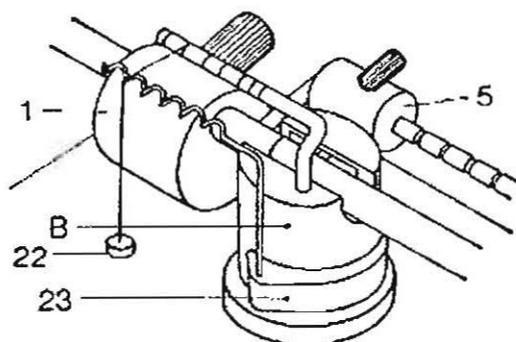

Fig. 2
Le tableau 2 (1^{re} colonne) indique que pour une force d'appui de 1,5 g et un rayon de pointe de $18\mu\text{m}$ ($.0007''$) il y a lieu (quatrième colonne) d'accrocher le petit poids de 1 g à l'encoche 6 de la tige coudée (3). Le fil de nylon, auquel le poids est accroché, devra chevaucher une des spires de la tige hélicoïdale du support (23) et pouvoir manœuvrer librement lors du déplacement latéral du bras (fig. 2).